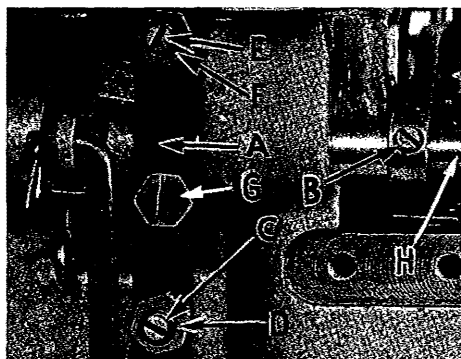

Fig. 12
Assemble the presser foot to presser arm. With needle in high position, swing presser arm into sewing position and set the presser foot to align needle holes (front and back) and flat on throat plate. The front edge of needle hole in presser foot must be aligned with front edge of needle hole in throat plate. It is also important that the bottom of the presser foot be flat on the throat plate. If necessary, presser foot can be realigned with throat plate slots by shifting the foot lifter lever shaft (H, Fig. 12). To move the shaft, loosen collar screws (B, Fig. 12) and clamp screw (G) and then shift the foot lifter lever shaft to the left or right as required. Retighten collar screws and clamp screw.
The foot lifter lever arm (A, Fig. 12) and the collar (B) secure the shaft. Be sure the presser arm does not bind and rise when presser foot release bushing is unlocked.
Montieren Sie den Drückfußarm. Bei Nadelhochstellung schwenken Sie den Drückfußarm in Nähstellung und stellen den Drückfuß so, daß die Stichlochschlitze übereinstimmen (vorn und hinten) und er flach auf der Stichplatte aufsitzt. Die Vorderkante des Nadelschlitzes im Drückfuß muß sich mit der Vorderkante des Nadelschlitzes in der Stichplatte decken. Es ist auch wichtig, daß die Drückfußsohle flach auf der Stichplatte liegt. Wenn notwendig, kann der Drückfuß nach den Stichplattenschlitzen ausgerichtet werden indem man die Drückfuß-Lifterhebelwelle (H, Fig. 12) verschiebt. Zum Verschieben der Welle lösen Sie die
Schrauben (B, Fig. 12) im Stelling und die Klemmschraube (G) und dann schieben Sie die Drückfuß-Lifterhebelwelle nach Bedarf nach links oder rechts. Ziehen Sie die Schrauben im Stelling und die Klemmschraube wieder an.
Der Drückfuß-Lifterarm (A, Fig. 12) und der Stelling (B) sichern die Welle seitlich. Achten Sie darauf, daß der Drückfußhebel nicht klemmt und in die Höhe geht wenn die Muffe für den Drückfußdruck entriegelt wird.